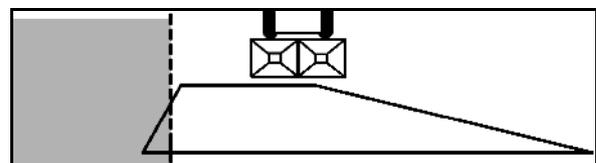

Fig. 79
- Das Einstellen erfolgt durch Verschieben des Grenzstreuschirms auf dem Führungsbügel (Fig. 79/1).
- Die in der Streutabelle abzulesenden Werte finden sich auf dem Grenzstreuschirm wieder (Fig. 79/2).
- Die Spitze der Zylinderaufnahme dient als Zeiger für die Einstellwerte (Fig. 79/3).
1. Drehgriff (Fig. 79/4) lösen.
2. **Grenzstreuen:** Tauwerk mittels Karabinerhaken an die Gelenklasche befestigen (Fig. 79/5).